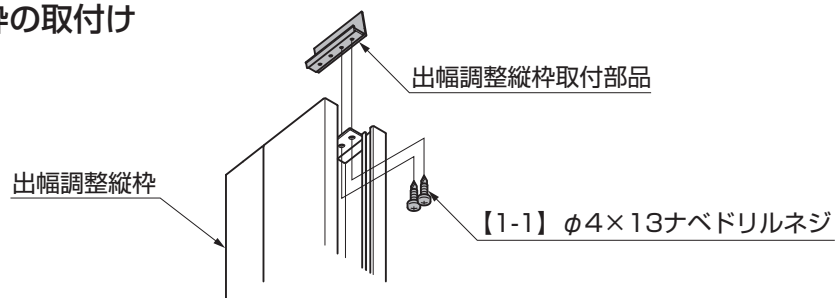

図3-1
- ① 出幅調整縦枠に出幅調整縦枠取付部品を【1-1】で取付けてください。(図3-1参照)